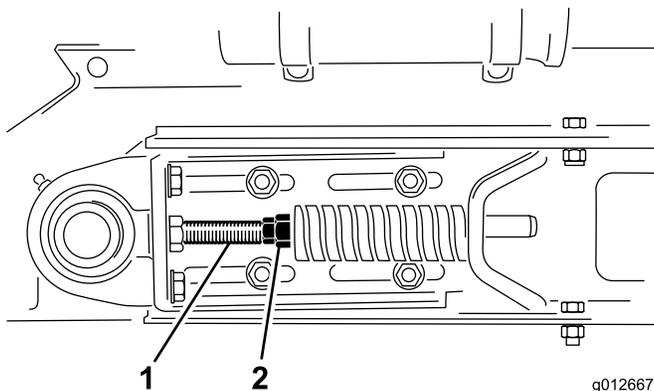

Рисунок 22
3. Для сброса натяжения пружины ослабьте зажимные гайки и гайки на натяжной тяге (Рисунок 22).